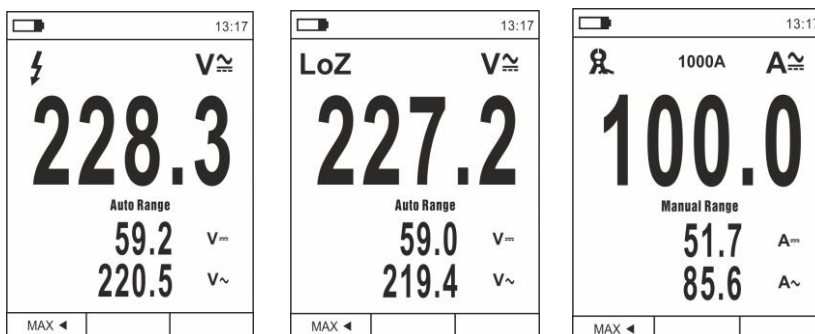

Fig. 6 Descripción medida tensión y corriente CA+CC
2. Pulse la tecla **MODE/VFD** seleccionando las modalidades "V_{AC}", "A_{AC}" (ver Fig. 6)